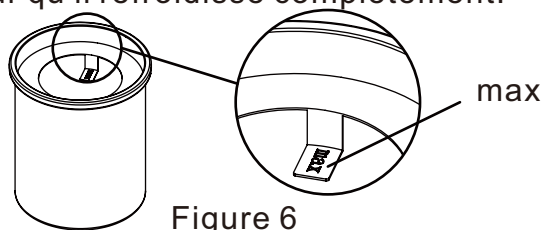

Figure 6
- Ne remplissez pas le pot du brûleur jusqu'à un niveau supérieur à l'indicateur "max" (voir figure 6).